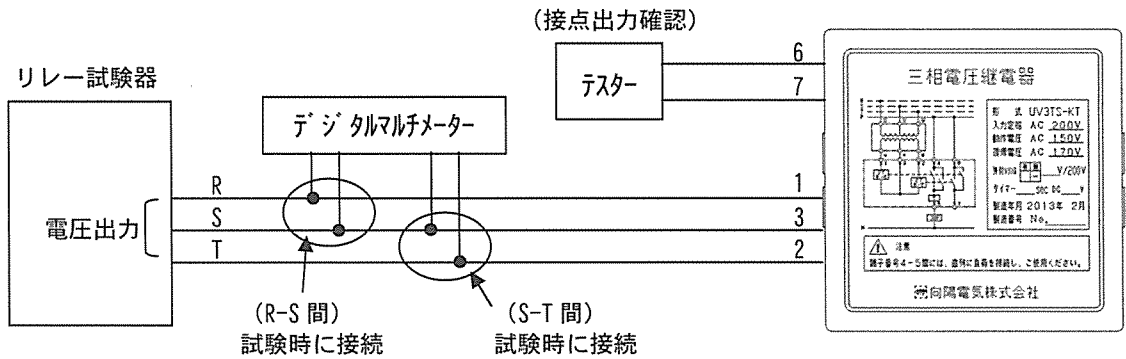

図4 動作/復帰値調整 機器接続図
(1) 変更概要
- ①動作値／復帰値の変更については回路構成上、動作値復帰値共に、連動して変化しますので、動作値の変更を行った場合、復帰値の変更ならびに確認を行ってください。繰り返しVR調整を行うことが必要になります。
- ②すべてのVR上面（底面視）から見て右回転方向が動作値、復帰値が上昇する方向となっております。
(2) 変更手順
- ①図4の様に機器を接続し、定格電圧を印加します。
- ②線間電圧RS相またはST相の電圧を下げ、規定の動作整定値に対し変更が必要な場合VR1またはVR3を調整し、動作電圧を確認します。
- ③復帰整定値においては、VR2またはVR4を調整し、復帰電圧を確認します。
- ④設定の動作値、復帰値になるように繰り返し、VR調整を行います。